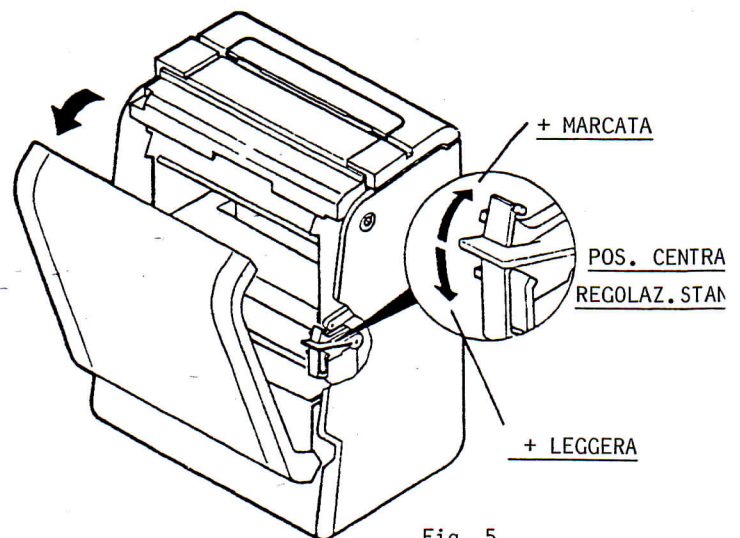

Fig. 5
- 2) Agire sulla leva di regolazione come indicato in fig. 5.-